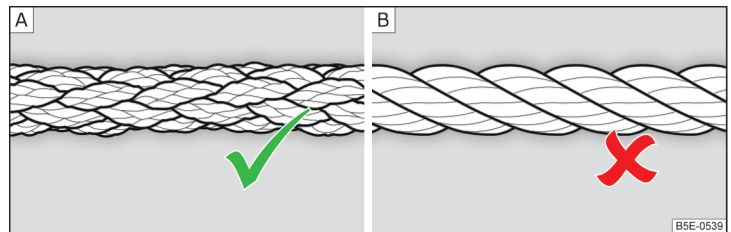

Abb. 167 Geflochtenes Abschleppseil / Gewundenes Abschleppseil
Zum Abschleppen mittels eines Abschleppseils nur ein geflochtenes Kunstfaserseil » Abb. 167 - [\[A\]](#) verwenden » !
- Zum Abschleppen ist kein gewundenes Abschleppseil zu verwenden » Abb. 167 - [\[B\]](#), die Abschleppöse könnte sich am Fahrzeug herausdrehen - es besteht Unfallgefahr.